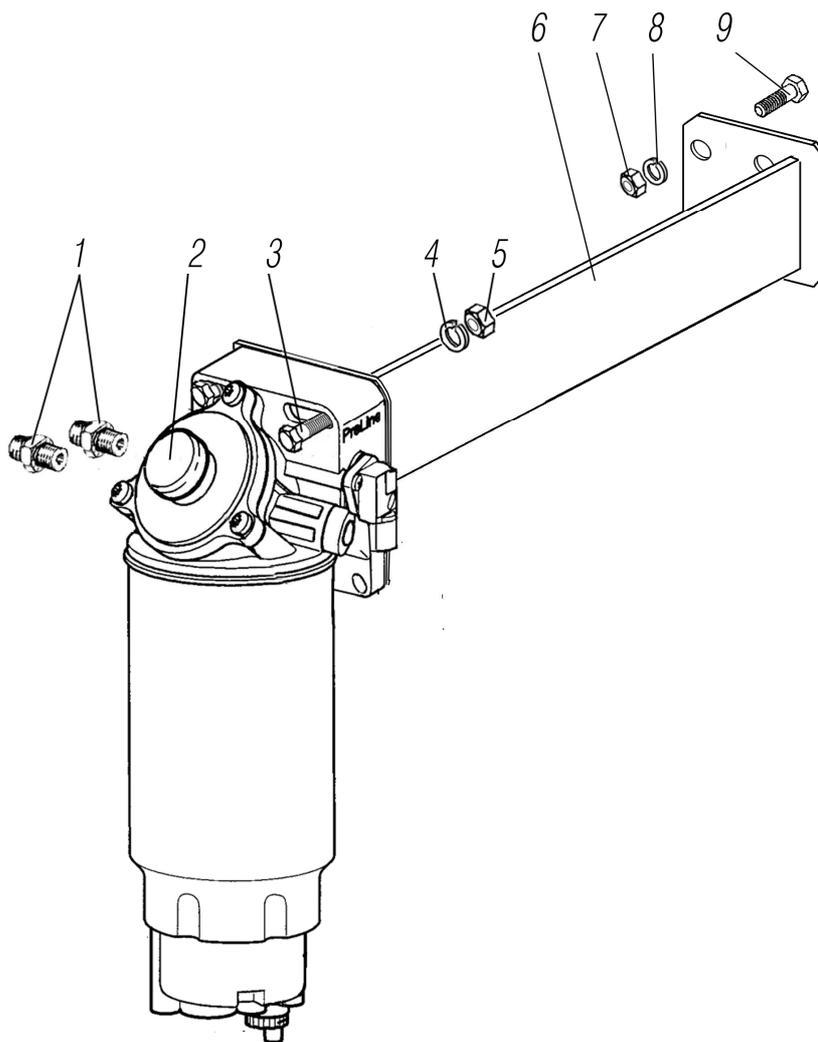

Рисунок 1.7
*⁵ См. рисунок 1.7
See figure 1.7